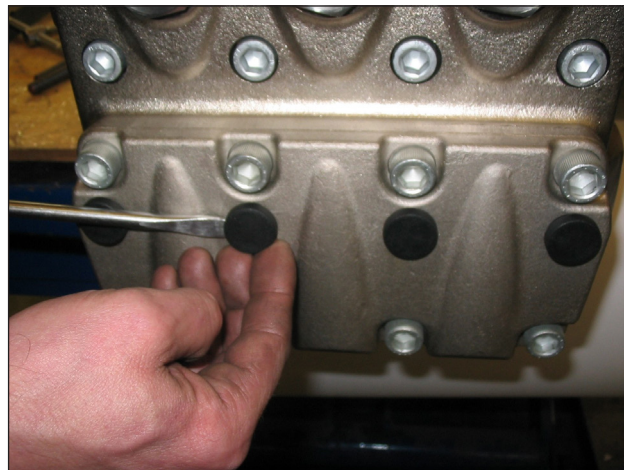

Abb. 41
- Entfernen Sie die 4 Verschlusschrauben am Saugventildeckel (Abb. 41).